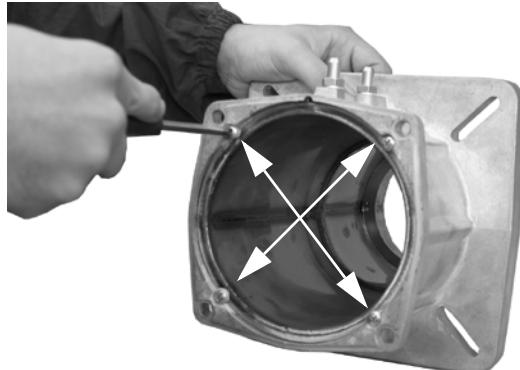

Рис. 13
- 4 Снять 4 винта, которые крепят сопло к патрубку (Рис. 13)